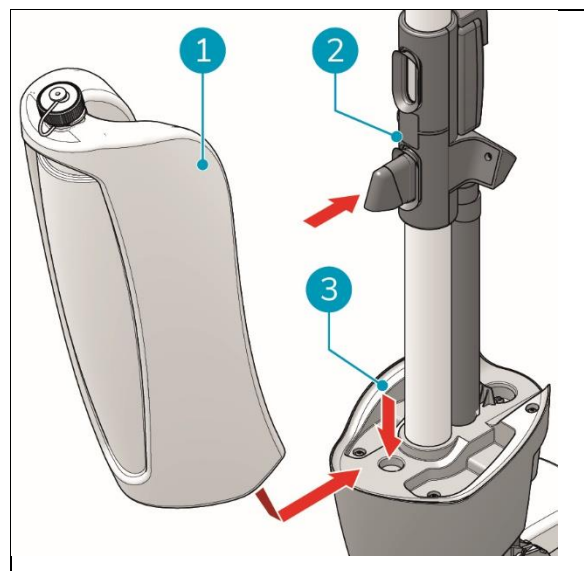

Figura 12
1. Coloque la parte inferior del depósito de recuperación (Figura 12, pos. 1) en la parte delantera de la i-mop® XL Pro (Figura 12, pos. 3).
2. Empuje la parte superior del depósito hasta que oiga un "clic", el imán (Figura 12, pos. 2) bloqueará el depósito de recuperación en su sitio.